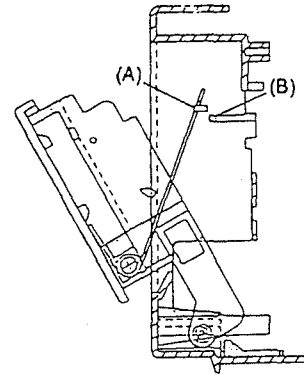

Fig. 8-1
Placer le ressort de trappe du côté de la platine 1 sur la position (A) comme indiqué dans la Fig. 8-1. Redresser ensuite l'ensemble de panneau avant verticalement. Ouvrir les trappes de la platine 1 et de la platine 2 en même temps. A ce point, s'assurer que la différence entre le degré d'ouverture des deux trappes est de moins de 15mm lorsqu'un côté de la trappe est complètement ouvert. Lorsque cette valeur est différente de la valeur standard mentionnée, changer la position de mise en place du ressort de trappe de la platine 1 et effectuer un réglage comme suit: